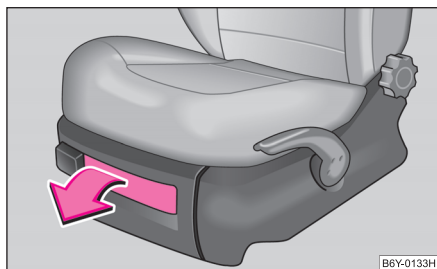

Fig. 73 Scaun față:
- Pentru deschiderea capacului, apăsați pe încuietoare și trageți capacul ⇒ fig. 73.